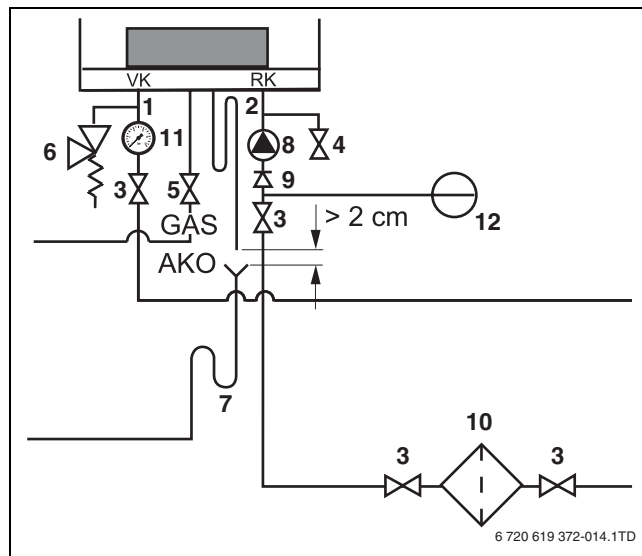

Fig. 20 Collegamento in mandata e ritorno
- Collegare la tubazione di mandata completa di guarnizione di gomma piana, senza tensioni, al raccordo VK (mandata caldaia) (→ fig. 20, [1]). Utilizzare tubature di mandata con diametro minimo di 1½".
- Collegare la tubazione di ritorno completa di guarnizione di gomma piana, senza tensioni, al raccordo RK (ritorno caldaia) (→ fig. 20, [2]). Utilizzare tubature di ritorno con diametro minimo di 1½".
- Per la manutenzione correttiva e ordinaria della caldaia, in mandata e ritorno, montare un rubinetto di manutenzione (→ fig. 20, [3]). Utilizzare rubinetti di manutenzione con un diametro minimo di 1½".
- Inserire una valvola di sicurezza a 3 bar (→ fig. 20, [6]) con una luce minima di 1" nella tubazione di mandata. Verificare che la valvola di sicurezza sia sempre adeguatamente collegata tra la caldaia e il rubinetto di manutenzione. In questo modo la caldaia risulta collegata alla valvola di sicurezza anche con i rubinetti di manutenzione chiusi.
- Installare il manometro nella tubazione di mandata tra la caldaia e il rubinetto di manutenzione (→ fig. 20, [11]).
- Installare la pompa (→ fig. 20, [6]) nella tubazione di ritorno (→ fig. 20, [2]).
- Collegare un rubinetto di carico e scarico nella tubazione di ritorno (→ fig. 20, [4]).
- Collegare il vaso d'espansione alla caldaia nella linea di ritorno (RK). In presenza di un separatore: collegare il vaso d'espansione sul lato secondario del separatore nella linea di ritorno.